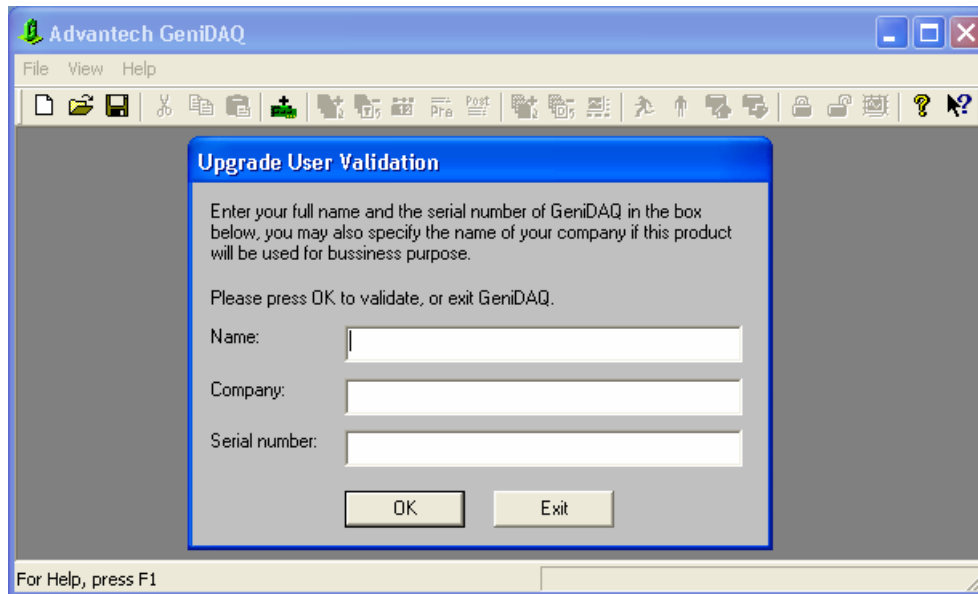

Рис. 4.6. Главное окно построителя приложений
1. *Первое действие* — запустите построитель приложений и создайте новое приложение. После включения компьютера на экране компьютера появляется запрос на ввод атрибутов пользователя. Запустите построитель приложений двойным щелчком левой кнопкой мыши на ярлыке **GeniDAQ Builder 4.25**, расположенном на рабочем столе. В результате на экран будет выведено главное окно построителя приложений (рис. 4.6). Для запуска построителя задач в демонстрационном режиме последовательно нажмите кнопки **Exit** и **OK**. Демонстрационный режим отличается непрерывным двухчасовым интервалом работы и меньшим количеством входных и выходных каналов. В нашем случае